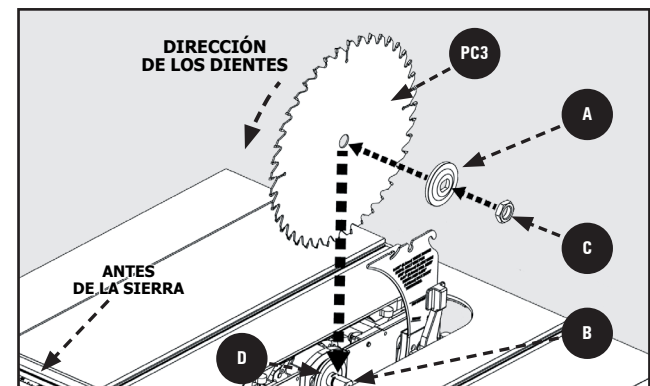

FIGURA 8
6. Coloque la hoja **PC3** en el eje con los dientes de la hoja apuntando hacia la parte frontal de la sierra. Coloque la arandela **A** de la cuchilla exterior en el eje con el lado grande de la arandela **B** contra la hoja y, a continuación, fije con el conjunto de la hoja con la tuerca **C**. Voir également la Figura 8.